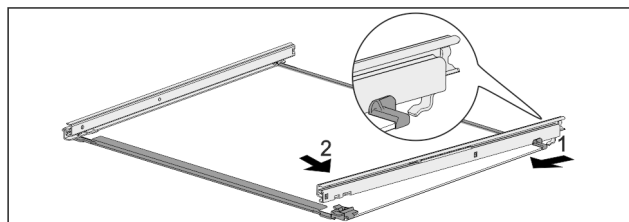

Fig. 140 Стеклянная пластина с направляющими
- ▶ Зацепите направляющую сзади. Fig. 140 (1)
- ▶ Защелкните направляющую спереди. Fig. 140 (2)